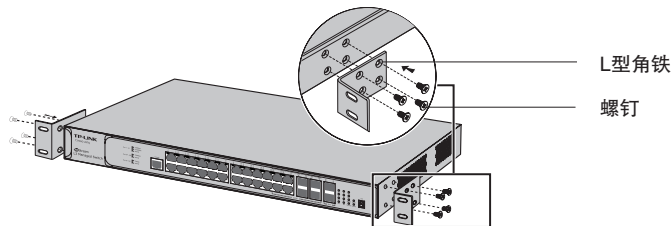

图3-2 支架安装示意图
2. 将配件中的两个L型支架分别安装在交换机面板的两侧，并用配件中提供的螺钉固定，如图3-2所示。